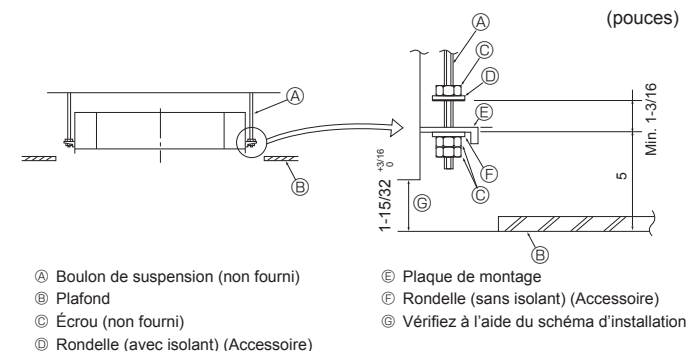

Fig. 4-5
- ① Structures en bois
- ② Structures en béton armé
4.5. Méthodes de suspension de l'appareil (Fig. 4-5)